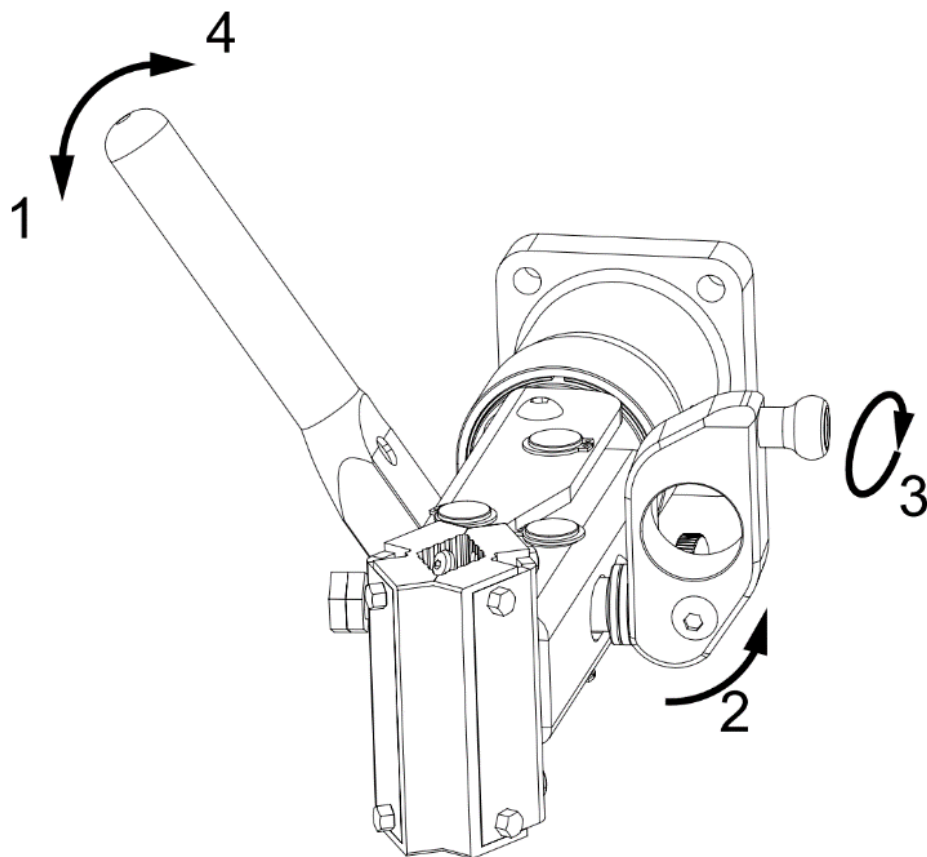

Figure 11 : Fonctionnement de la pince
- ◆ Relâchez la poignée de rotation (**figure 11**, numéro 1) afin que la pince puisse s'ajuster à l'angle du tube de selle/cadre du vélo.
- ◆ Fermez la pince en tournant la poignée de 180° (2) et serrez-la en tournant la poignée dans le sens des aiguilles d'une montre (3).
- ◆ Fermez la poignée de rotation (4). Elle doit être suffisamment serrée pour empêcher le vélo de tourner sous son propre poids, mais suffisamment légère pour que vous puissiez l'ouvrir et la fermer facilement d'une seule main. Un serrage excessif peut endommager le mécanisme.